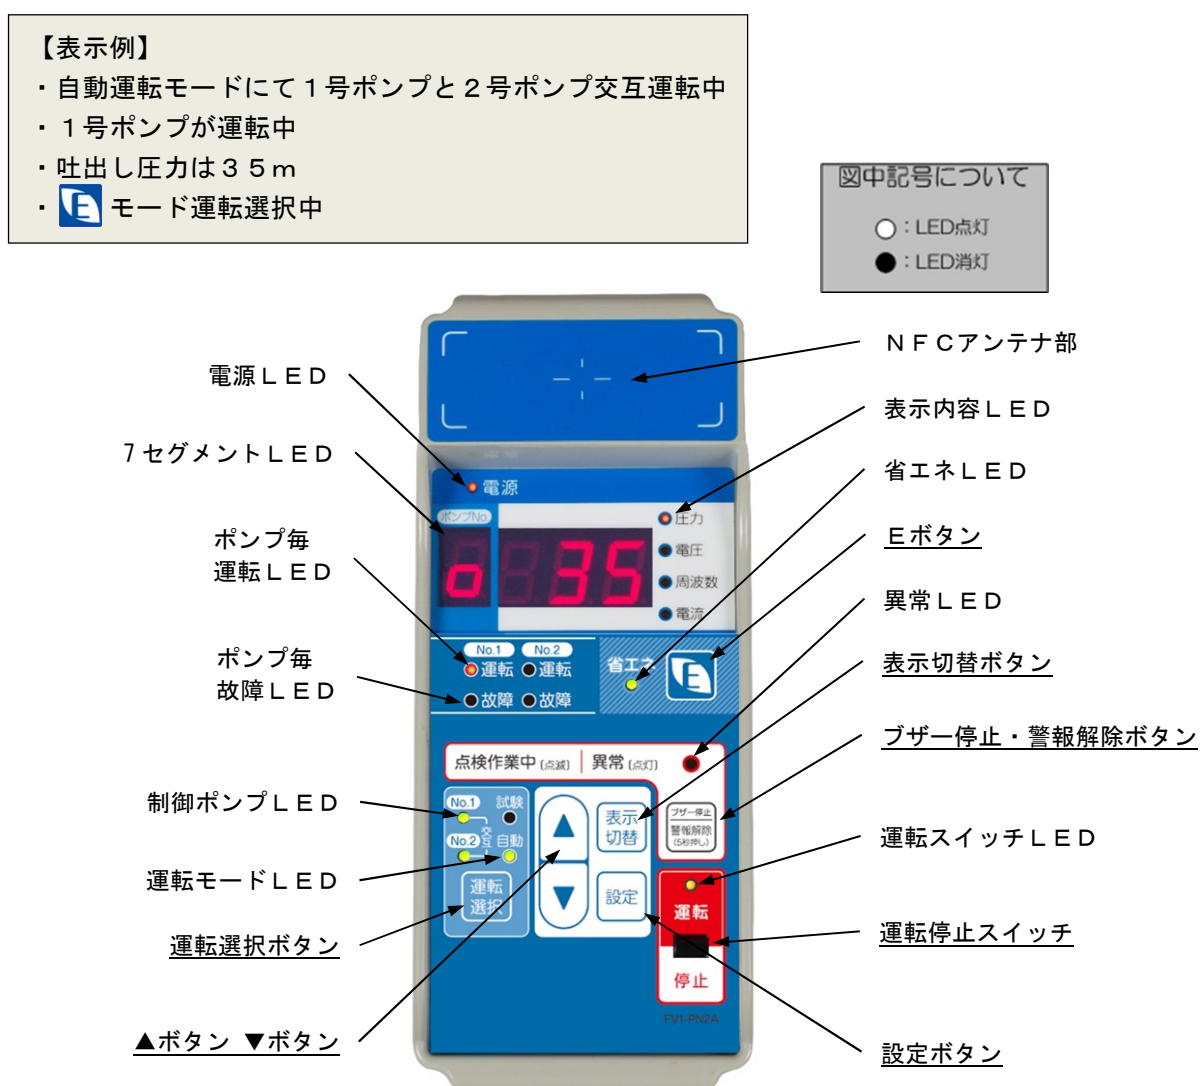

図 11 表示操作部外観
- (1) 表示操作部の右下部にある【運転停止スイッチ】を、停止側にしてください。(図 11)
- (2) 制御盤の漏電遮断器 (ELB) をオンにしてください。
- (3) 分電盤の遮断器 (ELB) をオンにします。表示操作部の電源 LED が点灯し、7セグメント LED が点灯することをご確認ください。